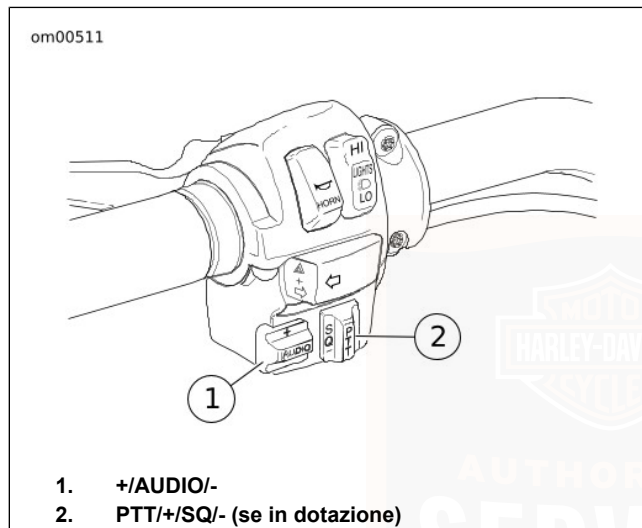

Figura 32. Comandi audio manuali di sinistra (tipici)
2. **Regolazione del volume:** Vedere Figura 32. Regolare il volume tramite l'interruttore **AUDIO** (1) sul semimanubrio sinistro. Premere verso l'alto (+) l'interruttore **AUDIO** per aumentare il volume o verso il basso (-) per diminuirlo.
3. **Sintonizzazione manuale:** Premere e tenere premuto la **freccia su** o **freccia giù** fino a che la frequenza radio desiderata venga visualizzata sullo schermo LCD (8).
2. **Trasmissione:** Per trasmettere, premere e tenere premuto l'interruttore del microfono **PTT** del conducente (Figura 32) o del passeggero (Figura 39). Per chiudere la trasmissione, rilasciare l'interruttore **PTT**.
3. **Trasmissione:** Per trasmettere, premere e tenere premuto l'interruttore del microfono **PTT** del conducente (Figura 32) o del passeggero (Figura 39). Per chiudere la trasmissione, rilasciare l'interruttore **PTT**.
Vedere Figura 32. Nei modelli dotati di radio CB, l'interruttore **PTT** (premere per parlare) e di comando del circuito silenziatore dei rumori di fondo (**+/SQ/-**) si trova sul gruppo degli interruttori del semimanubrio sinistro.
AUDIO: Vedere Figura 32. Per accedere al menu Audio/Setup (audio/impostazioni) sul display LCD, premere l'interruttore **AUDIO**. Premere e rilasciare **AUDIO** o il tasto funzione programmabile per passare alla funzione successiva visualizzata in sequenza da Bass (bassi) a Treble (alti), a Fade (distribuzione del segnale tra gli altoparlanti), a Display (visualizzazione), a Volume e quindi a AVC.